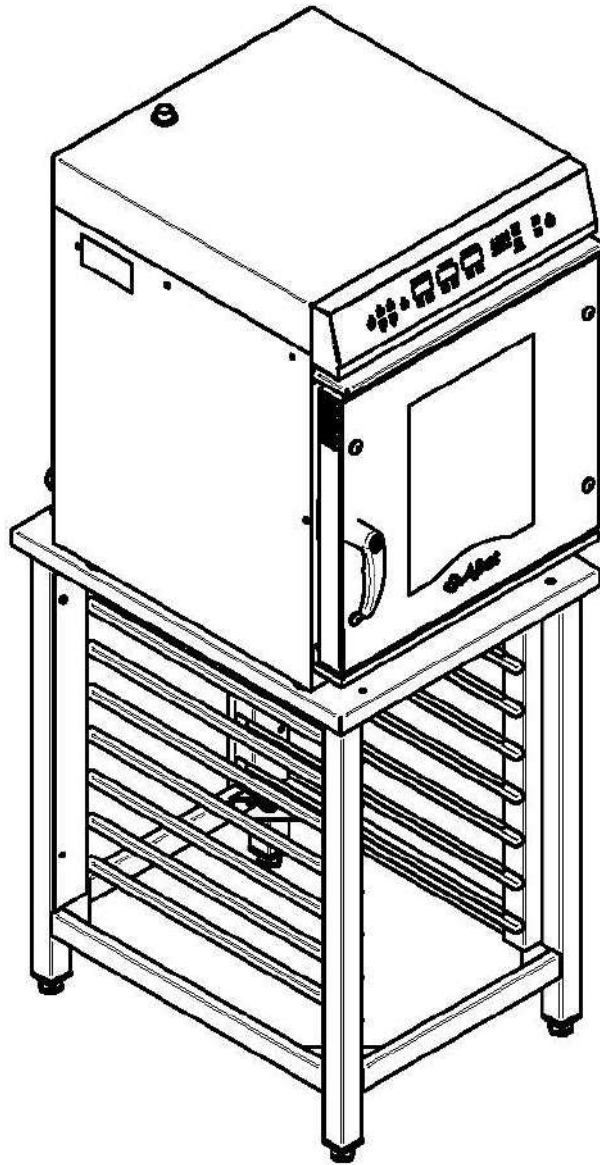

Рис.5. Пароконвектомат, установленный на подставку ПК-6-23.
- установите пароконвектомат на стол или подставку (см. рис.5) ПК-6-23 (завод изготовитель АО «Чувашторгтехника» г. Чебоксары, код для заказа 11000160517);